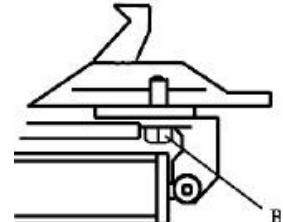

Fig. 10
Remarque : Après les 20 premiers jours d'utilisation, fixez les mâchoires en resserrant les vis (B) sur le plateau tournant (fig. 10).